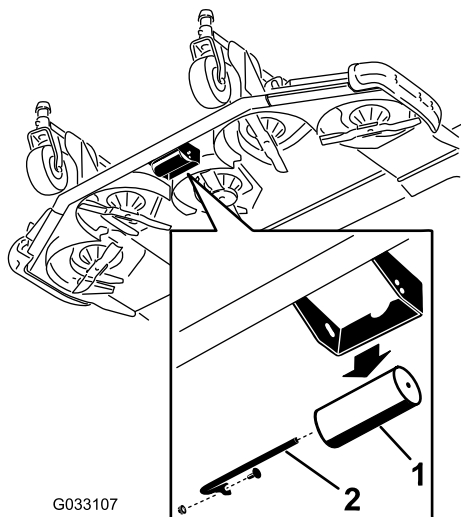

Рисунок 26
1. Снимите ось валика, винт и гайку крепления валика к кронштейну деки (Рисунок 26).